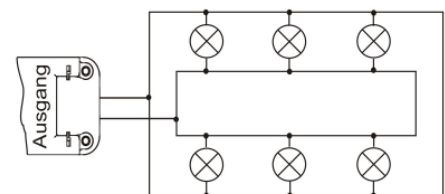

Bild. 2
- Eine größere Menge der Glühbirnen gemäß Abbildung 2 anschalten